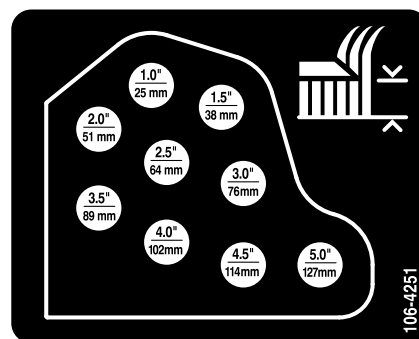

Figure 17
10. Montez les chaînes de hauteur de coupe dans le trou correspondant à la hauteur de coupe voulue à l'aide de l'axe de chape et de la goupille fendue (Figure 17).